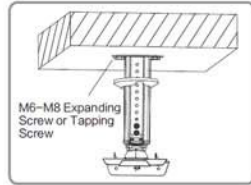

Figure 6
1. Montieren Sie die Deckenplatte (1) am Hauptrohr (3) mit 4 Schrauben, den Federscheiben und Unterscheiben. **Schieben Sie vorher das Abdeckcover (3) über das Hauptrohr.** Bringen Sie die Halterung an einer tragenden Decke an. Die Tragkraft der Decke muss min. 40kg betragen!(Fig.6). Nutzen Sie hierfür die M6 Beton-Anker oder passende Schrauben & Dübel für Ihr Tragwerk.